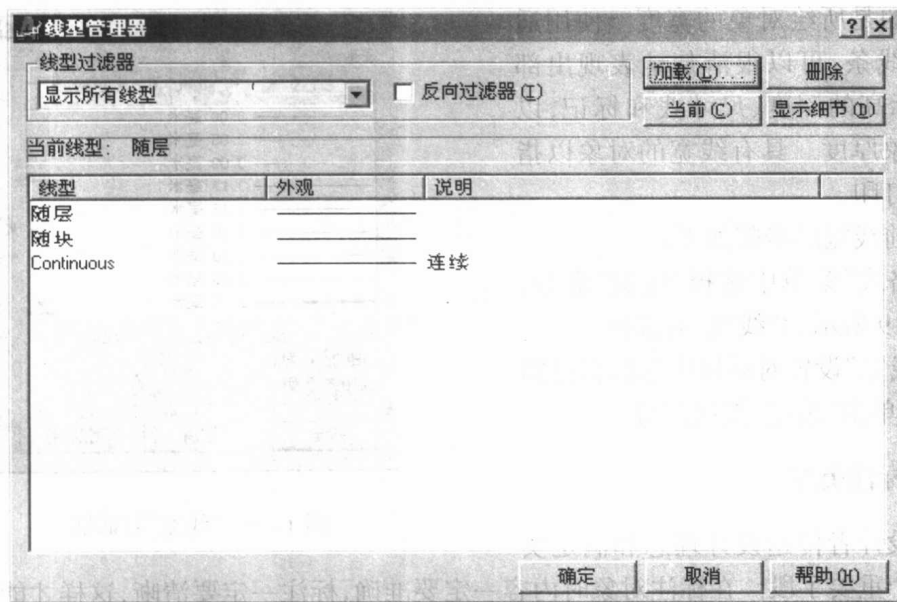

图 1-7 线型管理器
① 从“格式”菜单中选择“线型”命令,打开如图 1-7 所示的“线型管理器”对话框。